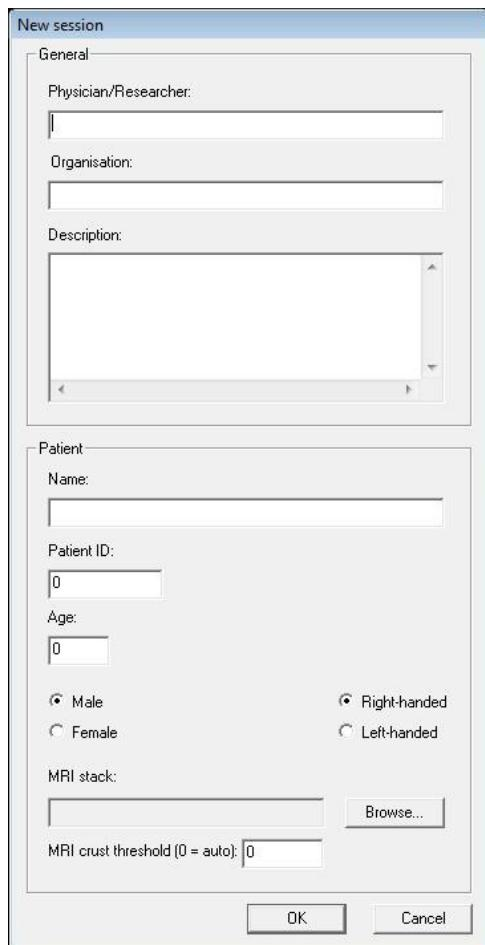

Fig. 64. New session -dialog
2. The **New session** -dialog opens (see Figure 64).